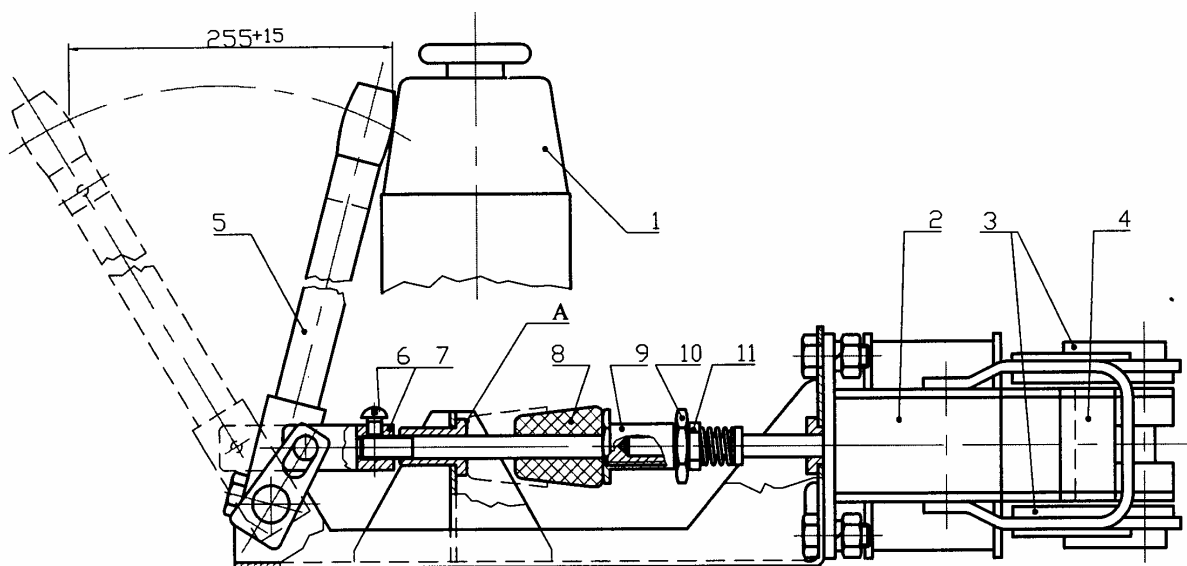

Рисунок 6 – Механизм короткозамыкателя БВН
3.2.6 Проверить наличие смазки на трущихся поверхностях короткозамыкателя и направляющих 3 электромагнита (рис. 6). При необходимости поверхности смазать смазкой ЦИАТИМ-201 ГОСТ 6267-74.